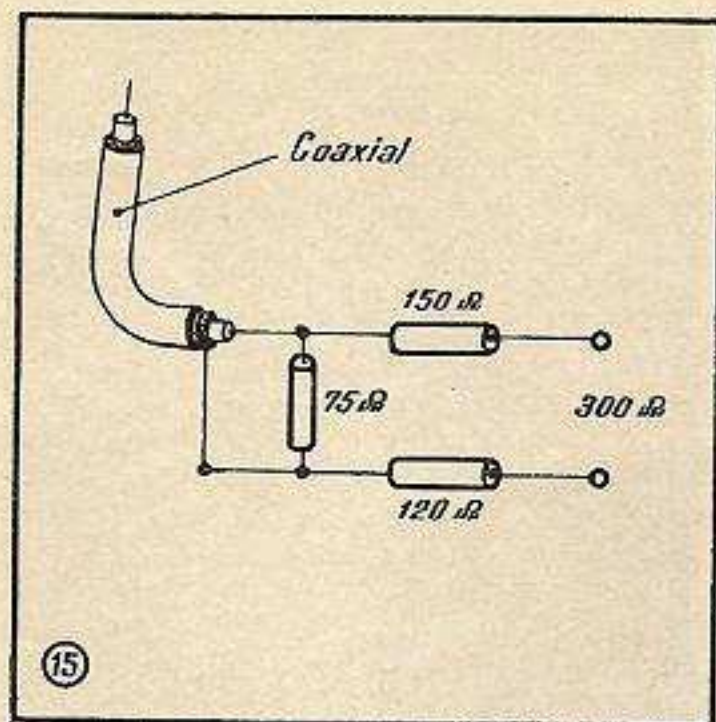

Fig. 15. — Réalisation d'une adaptation 75/300 Ω .
prévus pour une entrée à 300Ω . Or, la plupart des générateurs H.F. vendus actuellement ont une impédance de sortie de 75Ω , et leur cordon est constitué par un câble coaxial de cette caractéristique. Le générateur H.F. **Centrad** (923) que nous avons utilisé, possède un adaptateur 75/300 que l'on peut fixer à l'extrémité du câble de sortie, mais on n'a pas toujours sous la main un tel adaptateur. On peut facilement en monter un suivant le schéma de la figure 15.